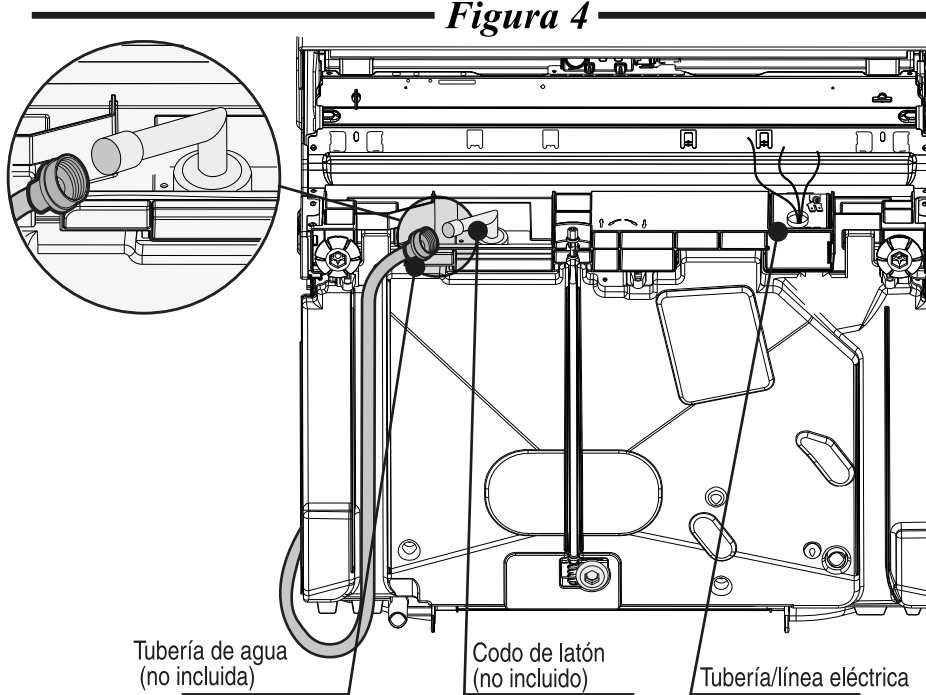

Figura 4
- Orienta la tubería de agua hasta la válvula de admisión de agua, como se muestra en la **figura 4.**